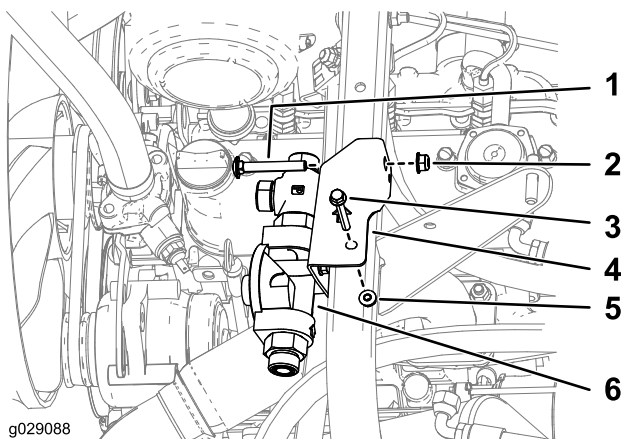

Рисунок 12
3. Закрепите гидравлический фильтр в сборе на раме, как показано на Рисунок 12.